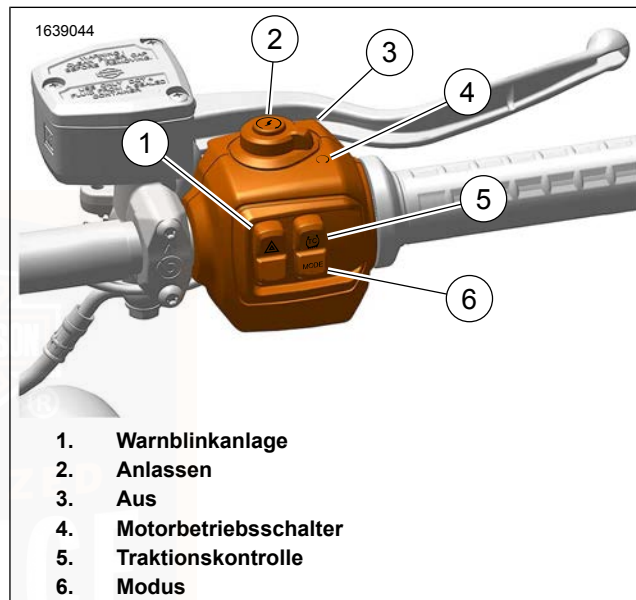

Abbildung 43. RHCM (ohne Infotainment)
Siehe Abbildung 43 . Der Warnblinkerschalter (1) dient zur dauerhaften Aktivierung des Vierfach-Warnblinkers bei einem liegendebliebenen Motorrad. Mithilfe der Warnblinker kann das Motorrad mit ausgeschalteter Zündung zurückgelassen werden, bis Hilfe geholt wird.
Siehe Abbildung 43 . Die Modustaste (6) drücken, um den Fahrmodus zu ändern.
Siehe Abbildung 43 . Den Motorbetriebsschalter in Stellung OFF (AUS) (3) drücken, um den Motor abzustellen.
Siehe Abbildung 43 . Den Motorbetriebsschalter in Stellung RUN (BETRIEB) (4) drücken, damit der Motor starten und laufen kann. Der Motorbetriebsschalter muss sich in der Stellung RUN (BETRIEB) befinden, damit der Motor angelassen und betrieben werden kann.
Siehe Abbildung 43 . Den Motorbetriebsschalter in Stellung RUN (BETRIEB) (4) drücken, damit der Motor starten kann.
1. Den Motorbetriebsschalter in die BETRIEB-Stellung bringen (4). Das Getriebe in den Leerlauf schalten. Die (grüne) Leerlauf-Kontrollleuchte leuchtet auf. Siehe Funktionsweise > Anlassen des Motors (Seite 129) .
2. Den Anlasser durch Drücken des Anlasserschalters (2) betätigen.
Siehe Abbildung 43 . Die Traktionskontrolltaste (5) aktiviert und deaktiviert das Traktionskontrollsystem.